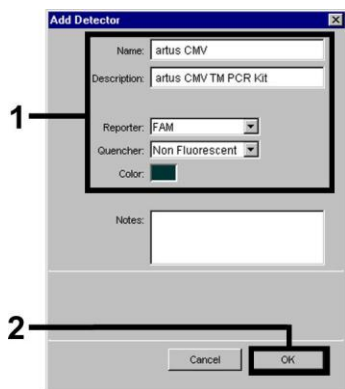
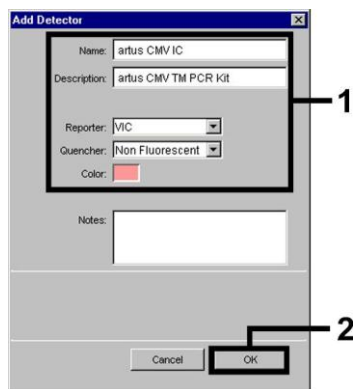
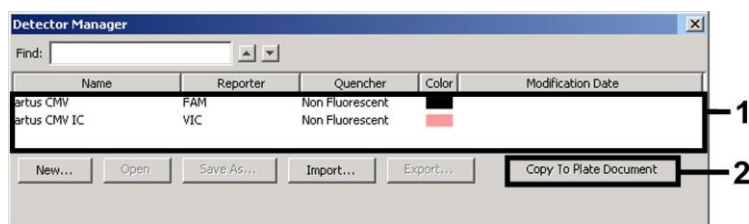

Fig. 17: Criação do detetor específico do CMV (*Detector Manager*).
Fig. 18: Criação do detetor específico do IC (*Detector Manager*).
Fig. 19: Seleção dos detetores (*Detector Manager*).
Para a deteção de ADN do CMV, definir a combinação de repórter/corante de extinção **FAM/Non Fluorescent** na nova janela. Para a deteção do *controlo interno*, seleccionar a combinação **VIC/Non Fluorescent** (tal como mostrado na Fig. 17 e Fig. 18). Ao confirmar as definições (OK), retornará ao *Detector Manager*. Marcar os recém criados detetores e transferir cada seleção para o nível *Setup*, clicando na opção *Copy to Plate Document* (ver a Fig. 19). Fechar a janela (*Done*).